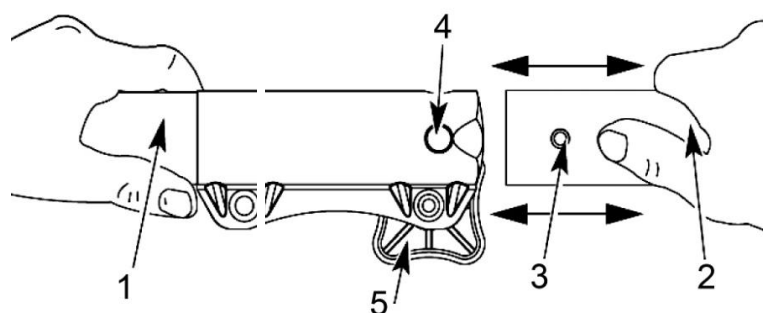

Рис. 2
- Ослабьте зажимную рукоятку (5)(См. Рис.2) соединительной муфты, открутив ее против часовой стрелки.
- Совместите верхнюю (1) и нижнюю (2)(См. Рис.2) штанги.
- При этом фиксирующая кнопка (3) должна зафиксироваться (защелкнуться) в отверстии (4)(См. Рис.2) соединительной муфты. Если фиксирующая кнопка не зафиксировалась в отверстии соединительной муфты, то следует немного повернуть нижнюю штангу относительно верхней до момента фиксации.
- Затяните зажимную рукоятку (5)(См. Рис.2) соединительной муфты, закрутив ее по часовой стрелке.